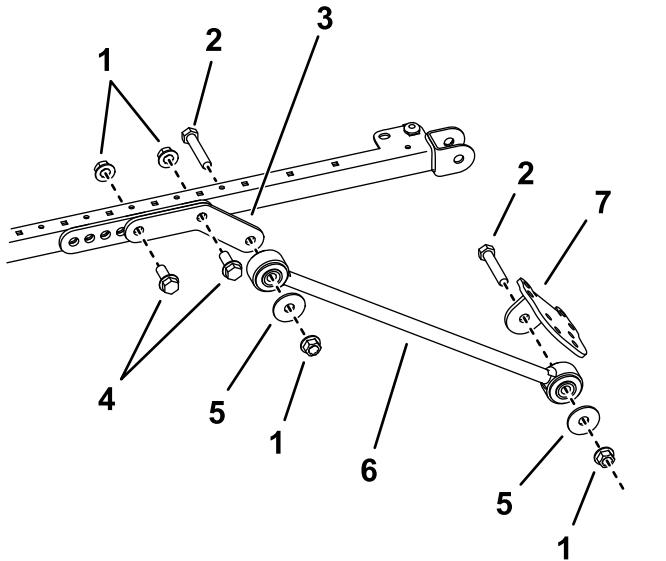

Figura 40
9. Em cada lado da estrutura do toldo, monte sem apertar uma articulação nos furos traseiro e central do suporte de montagem usando dois parafusos (1/2 pol. x 1 1/2 pol.) e duas porcas flangeadas (1/2 pol.), como se mostra na Figura 40.
10. Instale uma cinta ao exterior de cada articulação da extensão utilizando um parafuso (1/2 pol. x 2 1/2 pol.), anilha (1/2 pol.) e uma porca flangeada (1/2 pol.), como se mostra na Figura 40.
11. Instale sem apertar completamente um suporte de cinta em cada cinta usando um parafuso (1/2 pol. x 2 1/2 pol.), anilha (1/2 pol.) e uma porca flangeada (1/2 pol.), como se mostra na Figura 40.